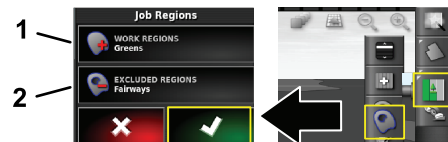

图 10
5. 选择您打算喷洒的工作区域图 10 例如球道、果岭、发球台等。
6. 选择您不打算喷洒的排除区域沙坑、树木、危险区等如图 10 所示。